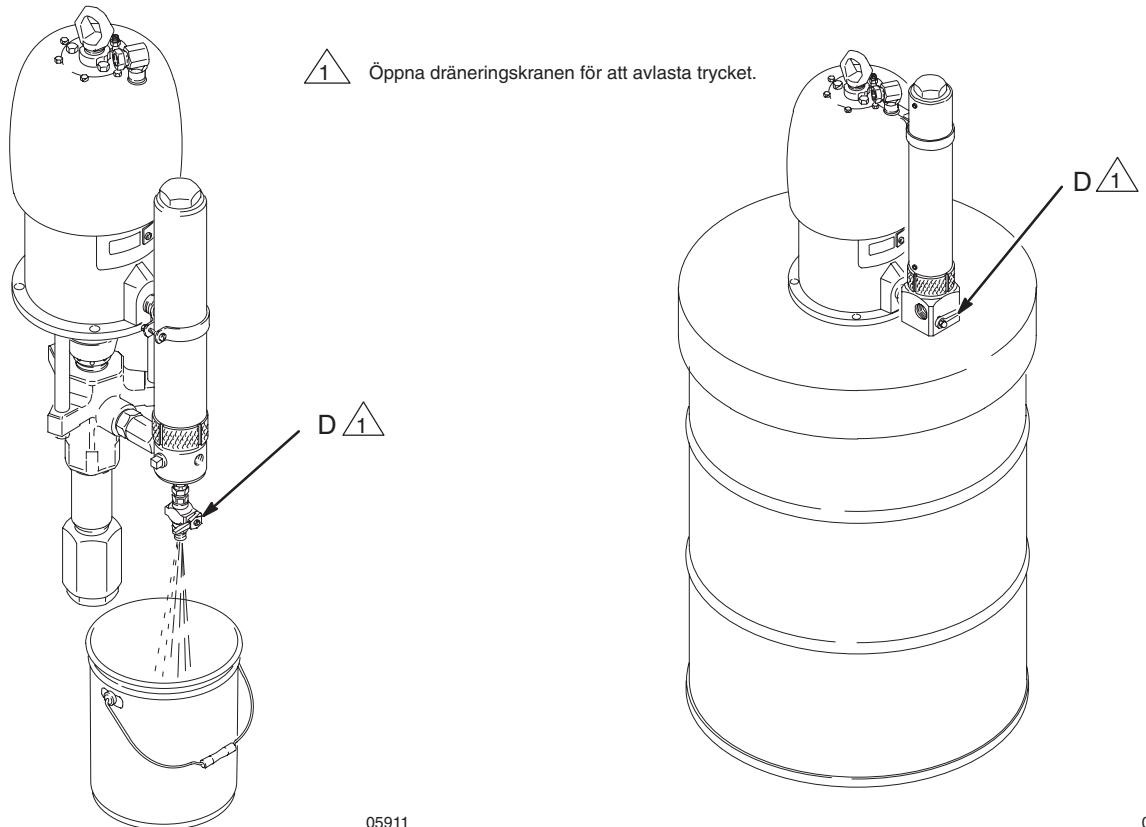

Fig. 3
Stäng av pumpen, tryck in avtryckaren för att avlasta trycket och öppna dräneringskranen (D) längst ner på tryckutjämnningstanken om du noterar stora tryckvariationer vid pistolen. Se Fig. 3. Stäng dräneringskranen och fortsätt driften när tanken tömts.